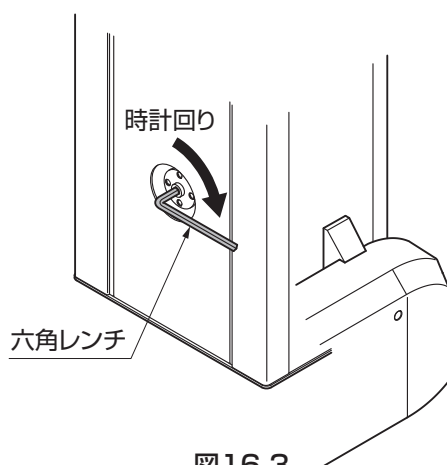

図16-3
- ③電動装置本体のゴム製グロメットを取外したところにある六角穴に六角レンチを差込んでください。（図16-3参照）
- ④六角レンチを押し込みながら時計まわりに回してください。（図16-3参照）